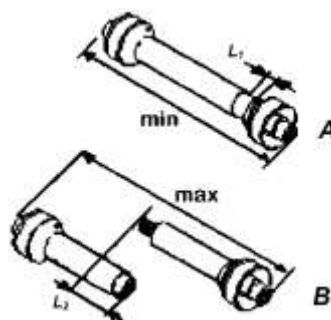

Рисунок 5.6.4 – Выбор длины карданного вала
9. Длина максимально раздвинутого карданного вала, с которой допускается его эксплуатация, должна быть такой, когда две части карданного вала будут входить друг в друга не менее чем на  $L_2=150$  мм. При меньшем значении, чем  $L_2=150$  мм (рисунок 5.6.4, вид А) работать с карданным валом запрещено. Достаточность перекрытия  $L_2$  проверяется путем поворота или подъема агрегируемой машины.
10. В прямолинейном положении трактора и агрегируемой машины, когда карданный вал полностью задвинут, проверьте наличие достаточного зазора  $L_1$  (рисунок 5.6.4, вид В) между торцом трубы и торцом вилки карданного шарнира. Минимально допустимый зазор  $L_1$  должен быть не менее 50 мм.